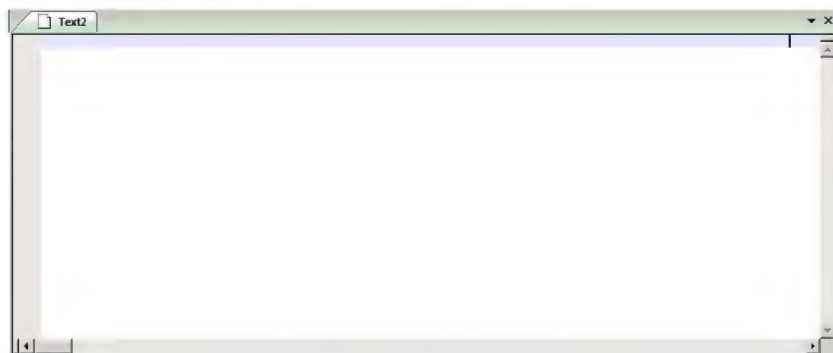

图 4.6 空白程序文本框
(1) 选择 File | New 命令，弹出如图 4.6 所示的空白程序文本框。在此文本框中输入编写的源代码，可以是 C 语言代码，也可以是汇编语言代码。本例中，将软件自带的 Hello.c 中的代码复制到空白程序文本框中。